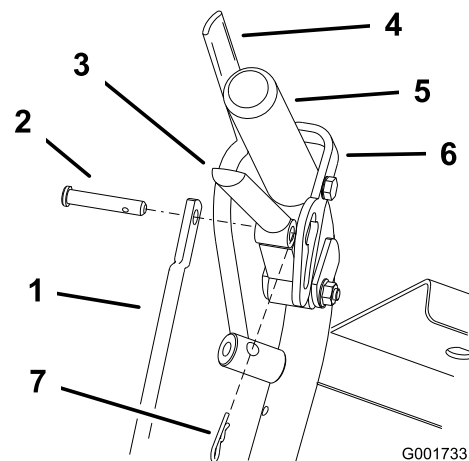

Figura 39
1. Ajuste la longitud de la varilla soltando la palanca de avance y retire el pasador de horquilla y el pasador. Gire la varilla en el acoplamiento (Figura 39).
4. Coloque el pasador en la palanca de avance (Figura 39).
6. Instale el pasador de horquilla entre las palancas de avance y los cierres de bloqueo de punto muerto e introdúzcalo en el pasador (Figura 39).